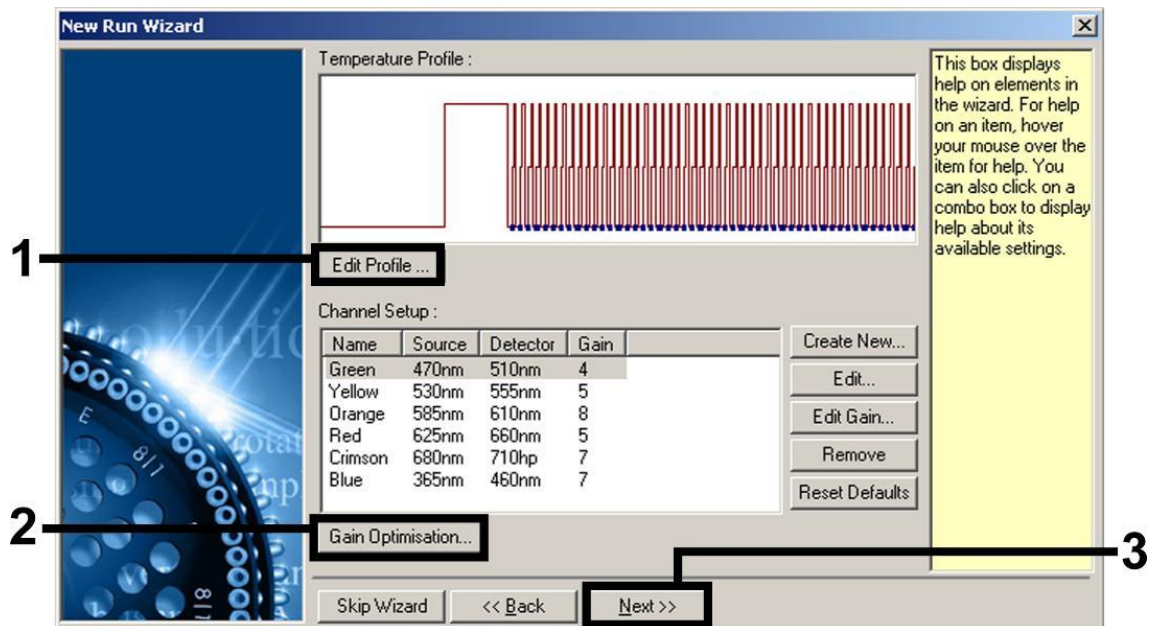
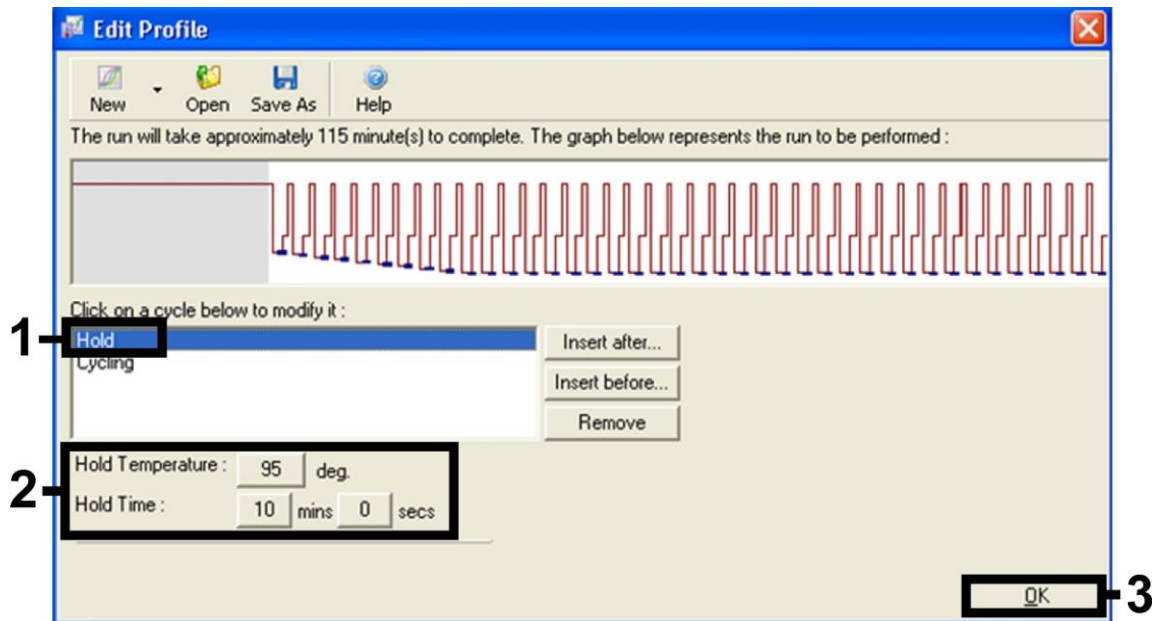

Figure 5. Modification du profil.
Figure 6. Activation initiale de l'enzyme « Hot Start ».
Activation initiale de l'enzyme à démarrage à chaud	Figure 6
8. Dans la boîte de dialogue « New Run Wizard », cliquer sur le bouton « Edit Profile » (modifier profil) (Figure 5) et programmer le profil de température comme indiqué sur les Figures 6 à 7).